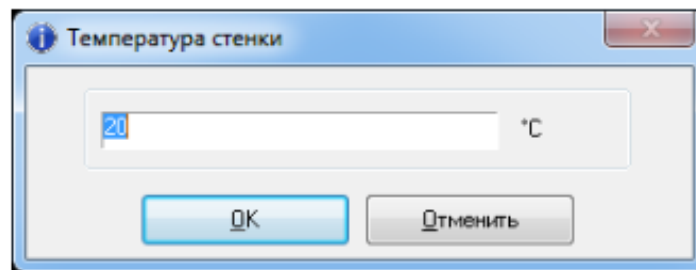

Рис. 5.6.24. Диалоговое окно задания температуры стенки
3. В появившемся диалоговом окне (рис. 5.6.24.) необходимо задать значение температуры стенки.